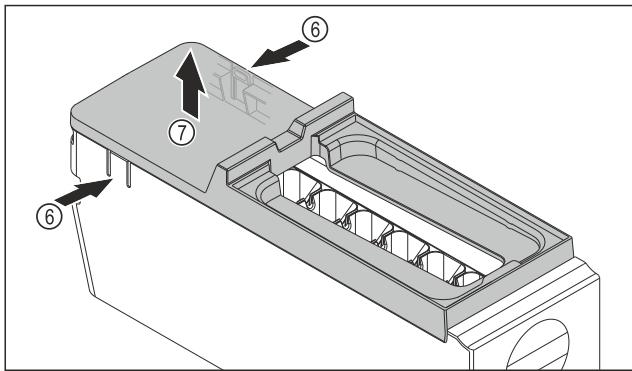

Fig. 92
- Izvadite poklopac tijela sustava EasyTwist-Ice: Pritisnite ježice Fig. 92 (6) na obje strane tijela sustava EasyTwist-Ice jednom rukom.
- Poklopac Fig. 92 (7) drugom rukom izvucite prema gore.